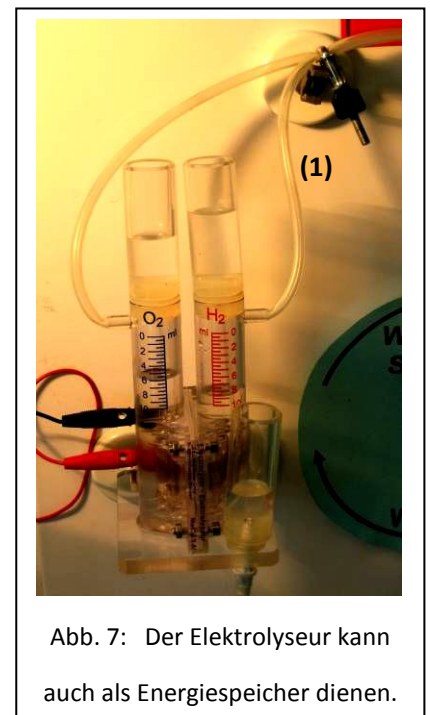

Abb. 7: Der Elektrolyseur kann auch als Energiespeicher dienen.
Der chemische Energie-Träger-Stromkreis wird von einer Solarzelle (108.0728) angetrieben. Durch eine Schlauchklemme (1) in Abbildung 7 werden beide Zuleitungsschläuche zwischen Elektrolyseur und Brennstoffzelle unterbrochen. Im Elektrolyseur werden die gebildeten Gase gespeichert; das verdrängte Wasser sammelt sich im Überlaufbehälter an. Nach Entfernen der Schlauchklemme, kann der Lüfter auch bei Dunkelheit betrieben werden. Der Gasspeicher des Elektrolyseurs dient hier als Energiespeicher.